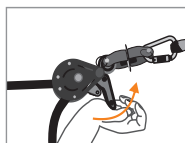

Fig. 5
Per smontare la linea di vita, tirare la leva della camma (4) (**Fig. 5**). Sganciare il sistema e riportarlo nell'imballo originale. Non lasciare la linea di vita installata in seguito a un intervento. La linea deve essere installata per una giornata di lavoro al massimo.